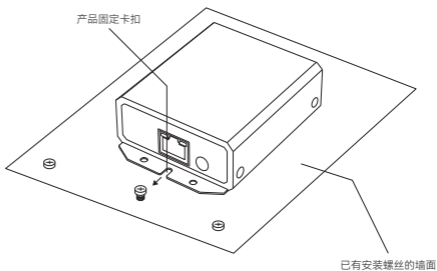

图3-4 卡扣安装示意图
- (1) 在已有螺钉处将螺丝松解，留出可供本产品卡入的距离。如图3-4示；